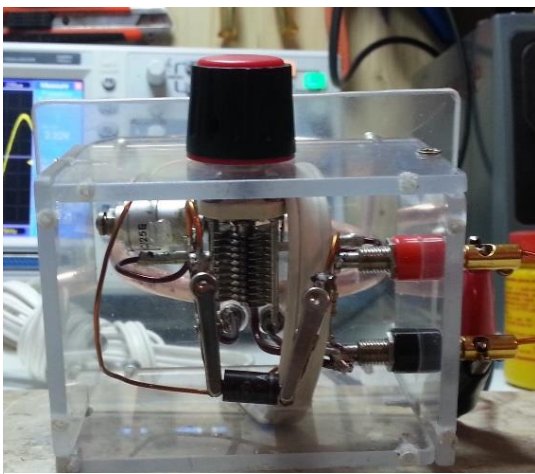
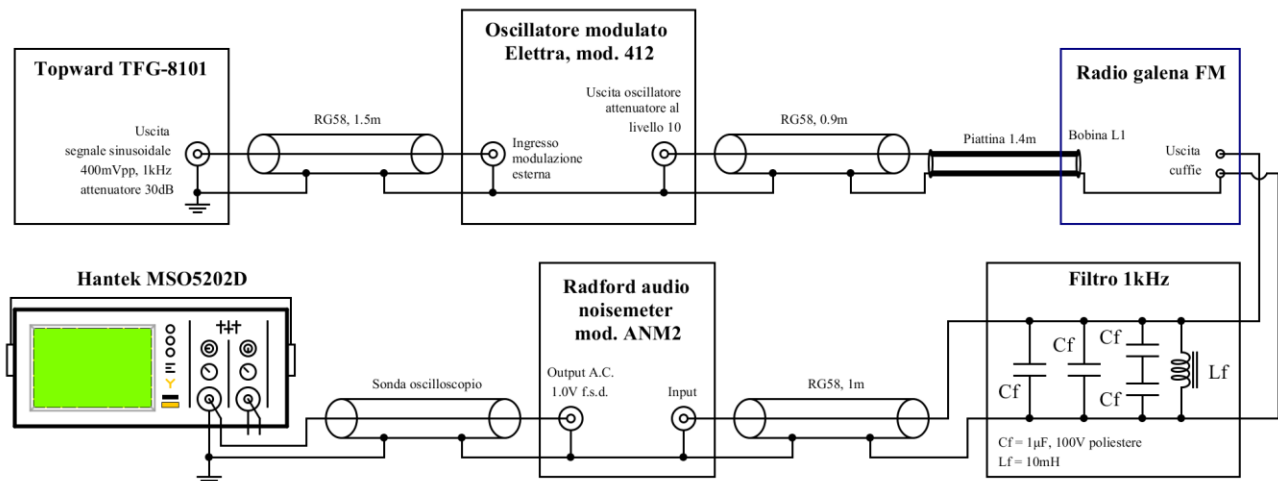

Figura 15: Particolare dei cocodrilli montati per provare i candidati diodi
Figura 18: Schema del banco di misura messo a punto.
Per riuscire in questa impresa ho pensato di non fare troppe cerimonie, testando magari il diodo in “circuiti equivalenti” a quelli della mia radio, ma di fare alcune misure collegando il diodo nello stesso circuito nel quale poi l’avrei usato: la mia radio, appunto. Per provare agevolmente tutti i rivelatori candidati ho saldato dei cocodrilli come in Figura 15. Dopo qualche prova preliminare con l’oscillatore modulato mi sono subito reso conto che la misura del segnale rivelato dopo il filtro di deenfasi era tutt’altro che banale, perché il segnale BF ai capi delle cuffie era molto distorto e rumoroso, oltre che “piccolo”. Dopo tante prove sono pervenuto all’allestimento del banco di misura illustrato in Figura 16 e Figura 17, e schematicamente rappresentato in Figura 18.
Le impostazioni degli strumenti, in parte già presenti in Figura 18, sono:
- La scelta di un segnale di 88MHz per l'oscillatore modulato perché il segnale dello strumento a quella frequenza è più ampio. In ogni caso non sarei mai riuscito a sintonizzarmi sull'estremo alto della gamma con le capacità parassite aggiunte dai coccodrilli di Figura 15;